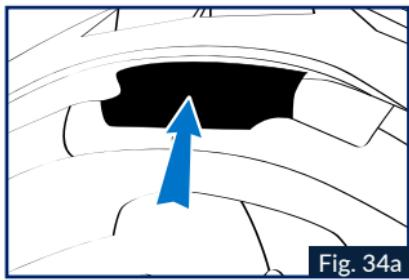

Fig. 34a
4. Insérer la batterie (avec mousse) dans l'espace prévu à l'arrière du casque, conformément au Fig.34a/b/c, la mousse de calage doit se trouver entre la batterie et la calotte.